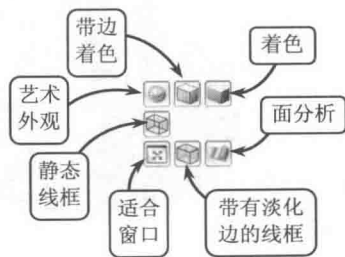

图 1-12 挤出式按钮
- ❑ **挤出式按钮** 在绘图区域按住鼠标右键, 系统将打开新的挤出式按钮, 用户可以选择多种视图的操作方式, 如图 1-12 所示。